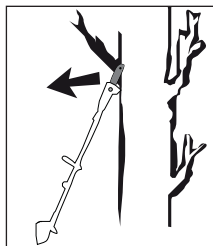

Bild 2
- Ett kast kan uppstå om svärdets **16** spets kommer i kontakt med ett föremål eller när en gren böjs så att sågkedjan **17** kläms fast i snittet (se bild 2).